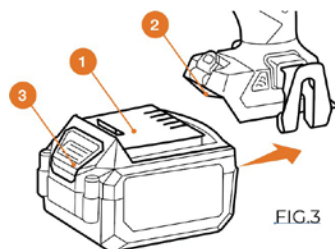

FIG.3
- 1- Sæt batteriet ind i stikket, indtil det klikker på plads (fig. 3).